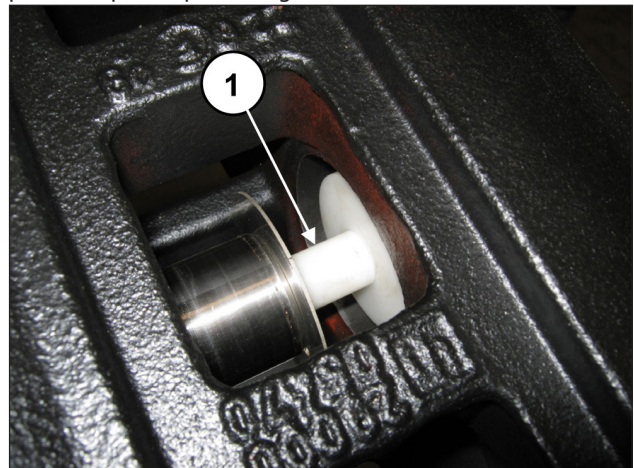

Fig. 174
Insira a ferramenta tampão no. 27632500 entre a guia do pistão e o pistão (pos. ①, Fig. 174).